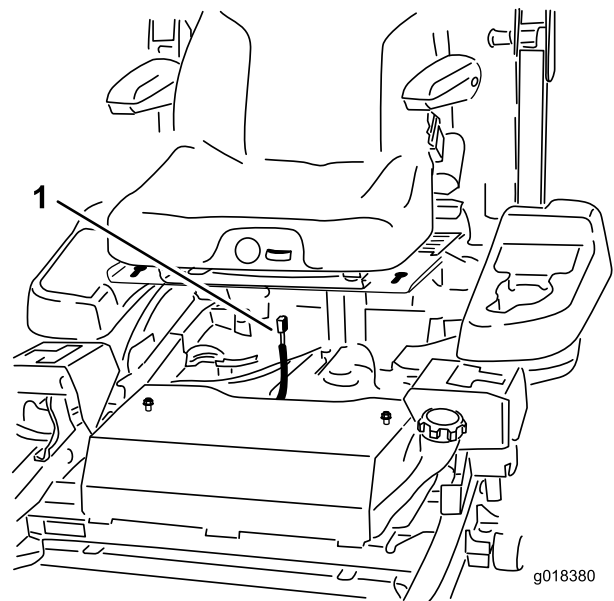

**Figura 62**
7. Deslice el asiento y la chapa del asiento hacia adelante para que las tuercas delanteras puedan pasar por los orificios (Figura 62).